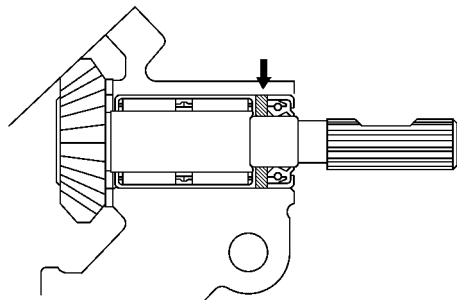

图 16-92 向转向机壳注入二硫化钼
- 1) 按图 16-92 所示，向转向机壳注入二硫化钼锂基润滑脂。